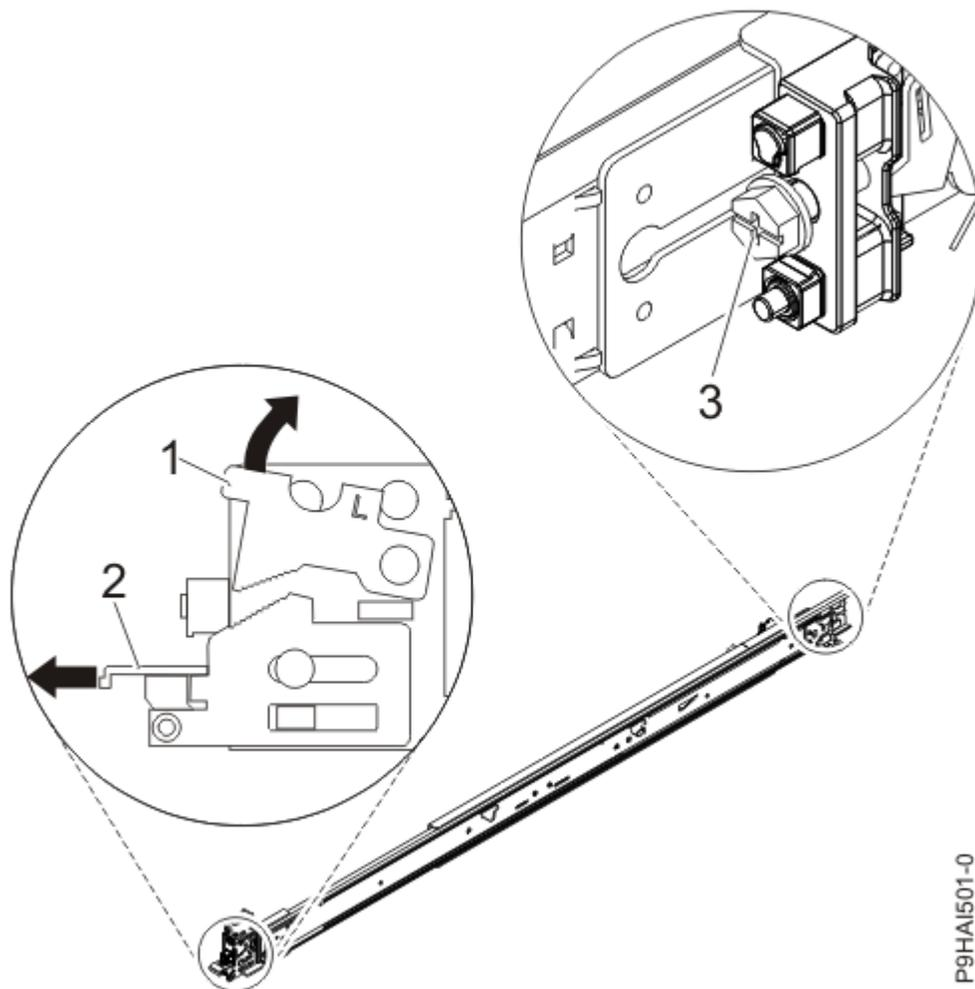

図 2. 前部ラッチを開いて後部のねじを取り外す
2. ラックの前面に移動します。レールの前部にあるロックング・タブ **(1)** を押し上げて、レール前部の前面ラッチ **(2)** を引き出します。4 ページの図 2 を参照してください。